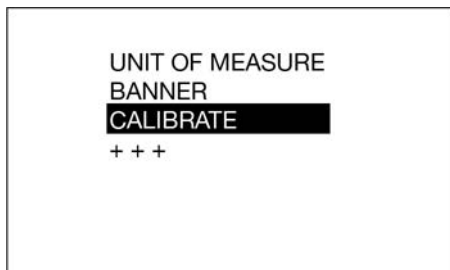

FIG. 14
- Use el botón de flecha ARRIBA o ABAJO del teclado para resaltar la opción Calibrar (CALIBRATE) (FIG. 14) y pulse el botón INTRO central en el teclado para seleccionar dicha opción.